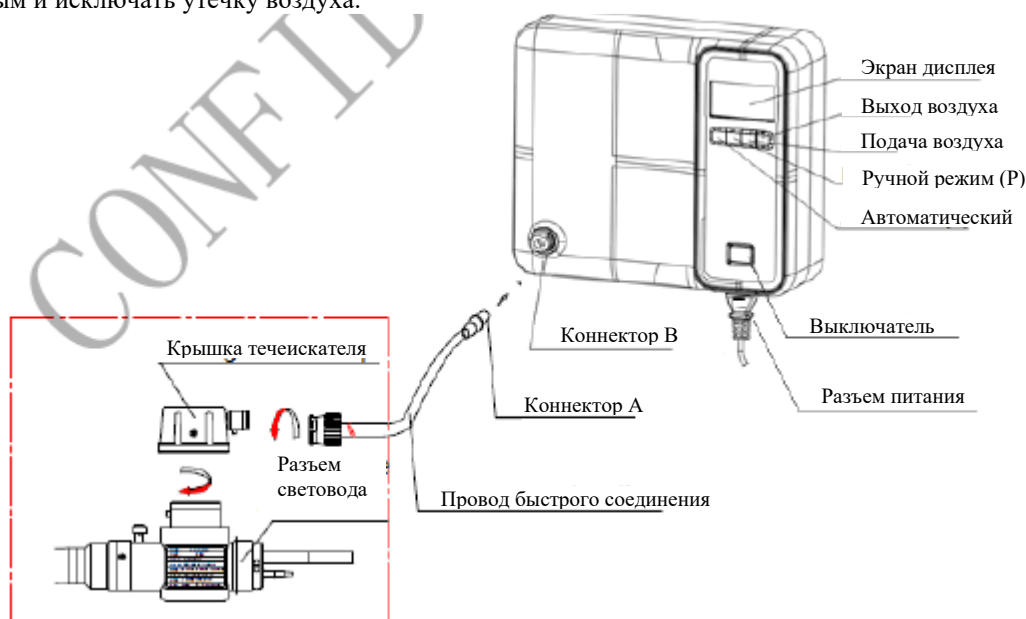

Рисунок 3.1
2. Подсоедините уплотнительную крышку эндоскопа к проводу быстрого соединения, а разъем провода быстрого соединения соедините с выходным разъемом устройства (см. Рисунок 3.1). Соединение должно быть надежным и исключать утечку воздуха.